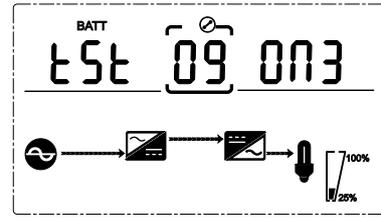

Fig. 4-23 Autotest ON3
- Selección **ON3**, el SAI puede pasar automáticamente al modo batería cada 30 días. Y el tiempo de autotest de la batería es hasta el **final de descarga (EOD)** (Fig. 4-23).